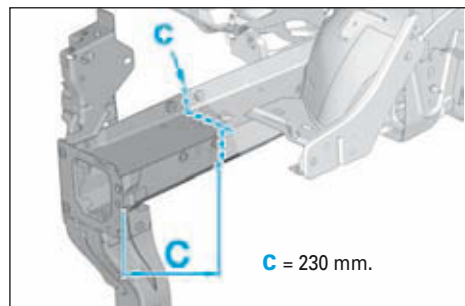

FIG.27
- Tracer puis découper en (c) (Fig.27).